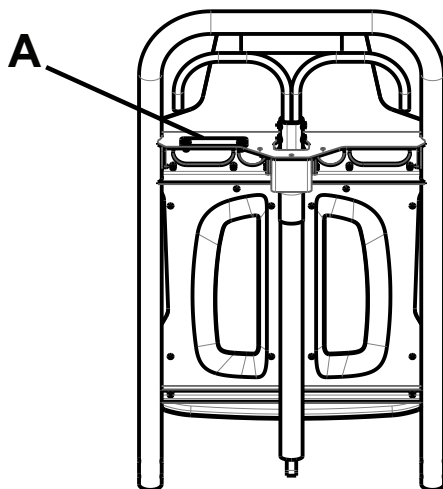

Figure 1 – Emplacement du numéro de série de la Power-PRO 2
Voir ci-dessous pour l'emplacement du numéro de série de la civière (A) (Figure 1).